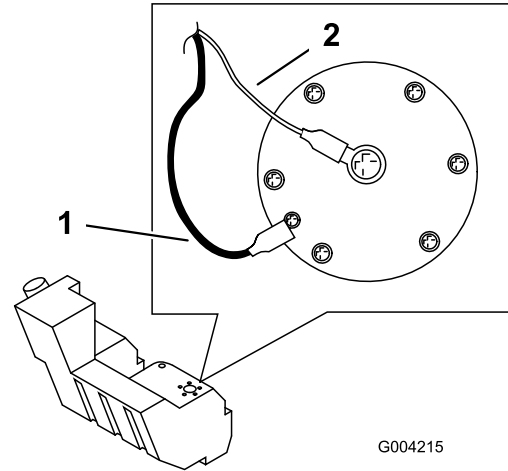

Figura 58
12. Desconecte los dos cables que van al lado derecho del depósito (Figura 58).
19. En el lado derecho del depósito, conecte el cable naranja al borne central y el cable negro al borne exterior (Figura 58).